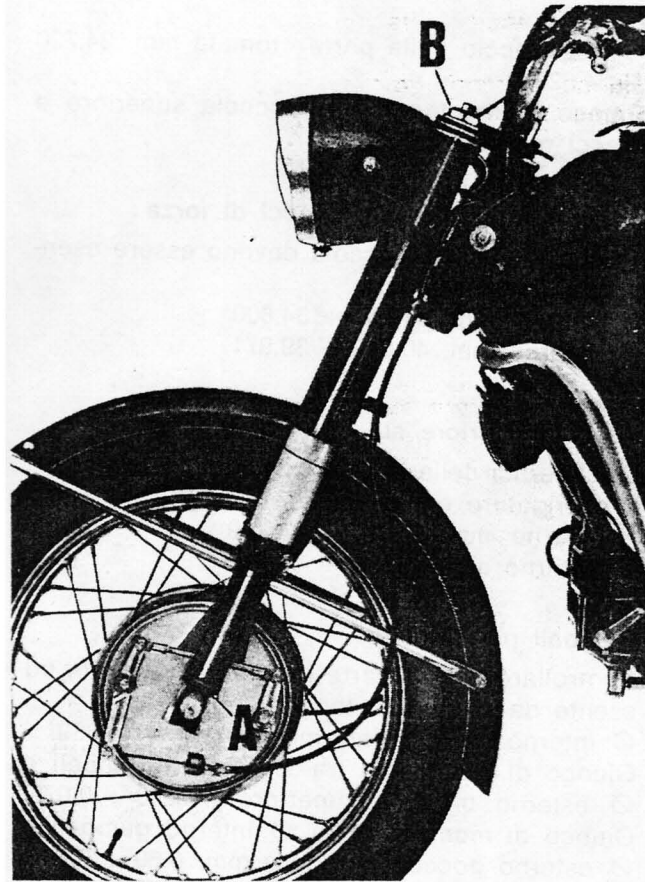

Fig. 86
Infilare le molle superiori nei bracci dopo aver immesso nei bracci stessi litri 0,160 per braccio di liquido per ammortizzatori «Agip F.1 ATF Dexron» attraverso i fori per tappi «B» dopo aver bloccato i tappi con guarnizioni (A) sui gambali dalla forcella (vedere fig. 86).